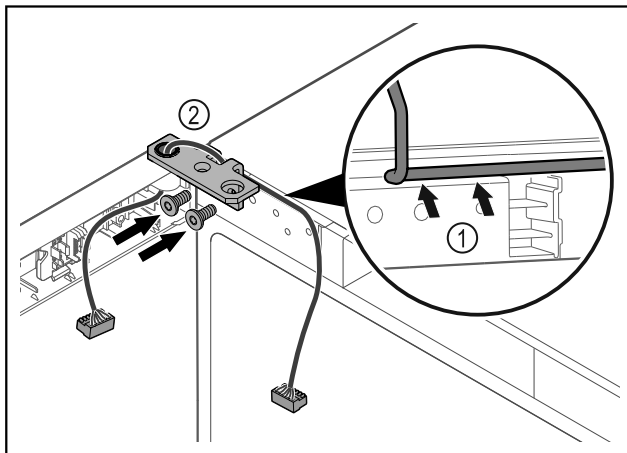

Fig. 48
- ▶ Poprowadzić kabel przez wgłębienie w zawiasie i ostrożnie go ułożyć Fig. 48 (1).
- ▶ Przykręcić zawias Fig. 48 (2).